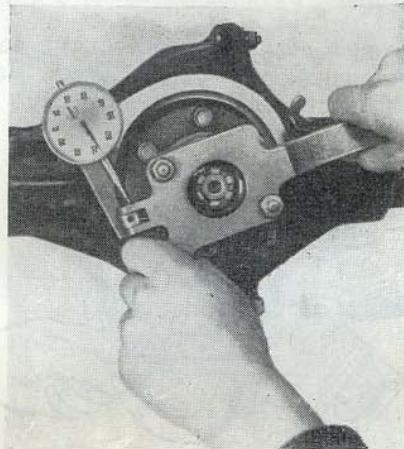

Рис. 162. Проверка бокового зазора в зацеплении шестерен главной передачи
4. Замерить боковой зазор между зубьями ведущей и ведомой шестерен, который должен быть 0,2—0,6 мм. Замер производить на фланце ведущей шестерни на радиусе 40 мм (рис. 162).